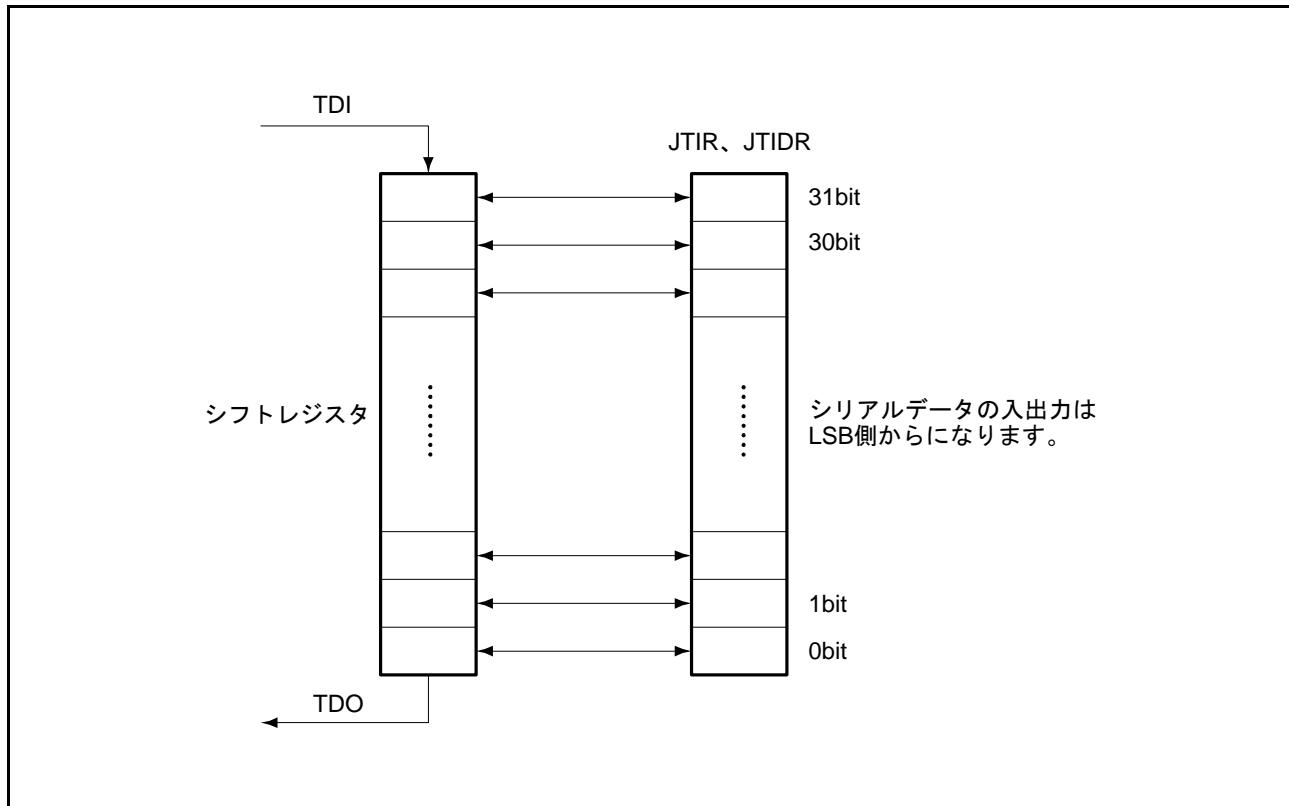

図 40.3 シリアルデータ入出力
- (1) シリアル転送時、データの入出力は LSB 側からとなります。図 40.3 に示します。